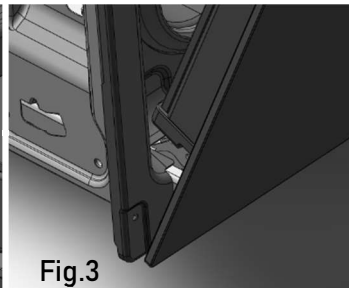
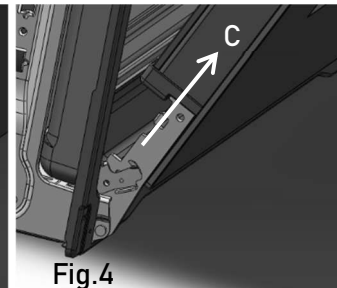

Fig.3
Fig.4
- Positionner la porte avec un angle de 30° comme indiqué sur la fig.3
- Fermer doucement la porte (fig.3) jusqu'à ce que les leviers A des charnières gauche et droite soient accrochés à la partie B de la porte (fig.4).
- Retirer les charnières de leur emplacement en suivant la flèche C (fig.4) ;